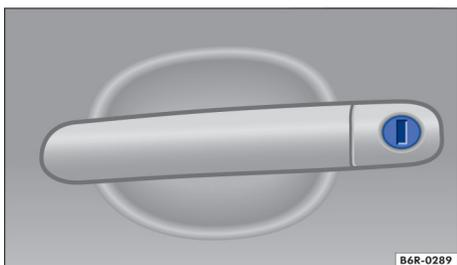

Fig. 52 Maçaneta da porta do condutor com cilindro da fechadura.
- Introduzir a haste da chave no cilindro da fechadura e destravar ou travar o veículo → Fig. 52.